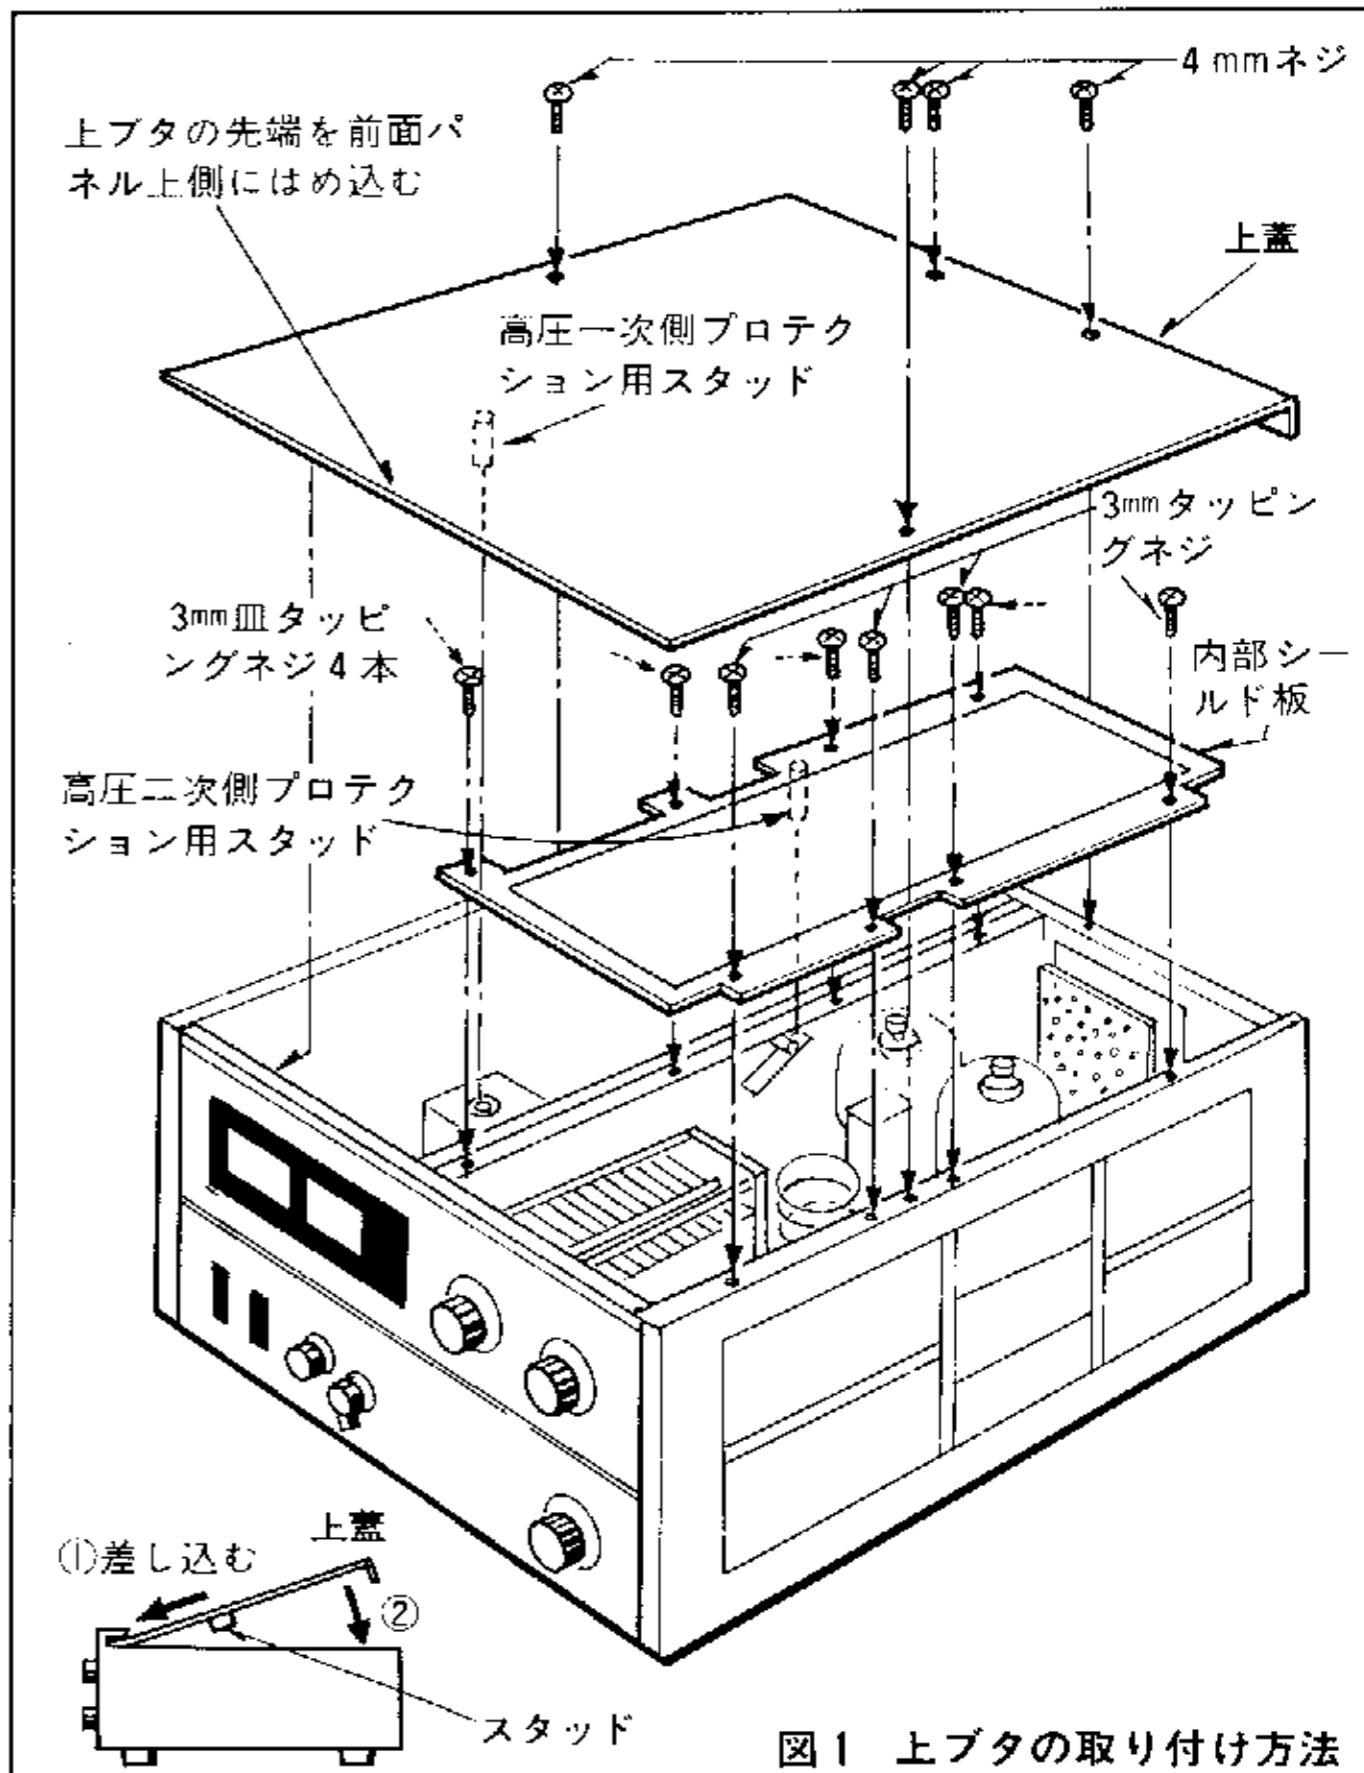

図1 上ブタの取り付け方法
- ① ⊕ドライバーでケース上蓋(4mmネジ4本)、真空管側の内部シールド板(3mmタッピングネジ、皿タッピングネジ各4本)(図1参照)を取りはずす。
ケース上蓋は、先端を前面パネル上側の縁に1mm程度差し込んだ後、取り付けます。この場合もプロテクション用スタッド（高圧一次側）が取り付けてありますので、図1のようにプロテクション用スタッドが確実にマイクロスイッチに当るよう取り付けてください。（図1参照）